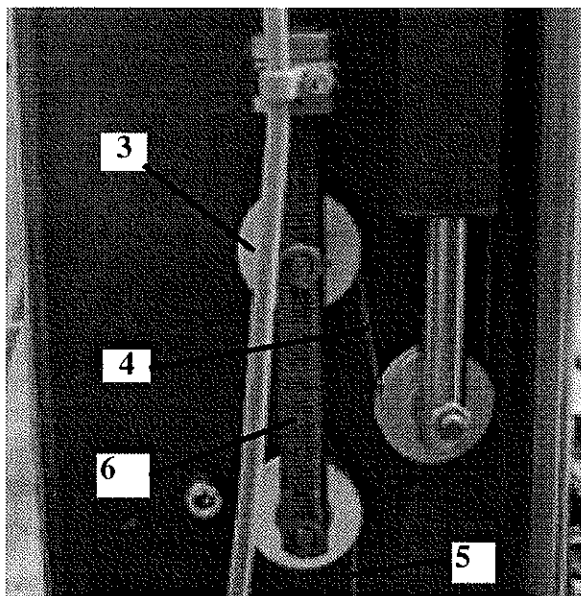

Bild.9 Umlenkrollen Bediensäule
- Nun folgt das Justieren der Traverse d.h. die Querträger müssen auf gleicher Höhe stehen. Um den Traverse auszurichten muß die Spannrolle (Bild 9) hoch oder heruntergedreht werden, bis die Regelschalter an den Schaltstößel die richtige Stellung haben. Die Stellung der Schalter muß parallel sein, die Achsen der Rollen müssen mit der Steuerkante übereinstimmen und die Rollen müssen am Schaltstößel gerade anliegen.